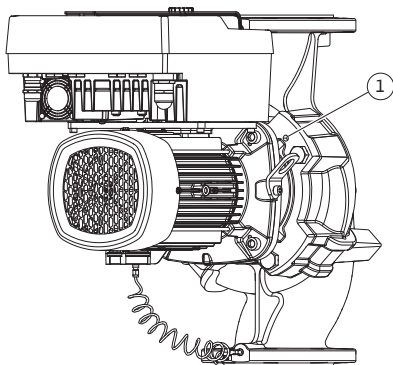
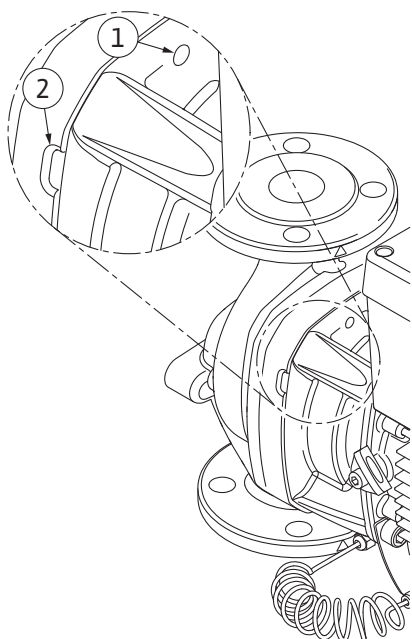

Fig. 103: Insteekset er via draadboringen afdrukken
Fig. 104: Draadboringen en spleten om de insteekset van het pomphuis los te drukken
11. Draai de schroef (Fig. I/III, pos. 10, Fig. II/IV, pos. 29) los die het fixatieplaatje van de verschilddruksensor op zijn plaats houdt. Trek de verschilddruksensor (Fig. I, pos. 8) met het fixatieplaatje naar de zijkant en laat het aan de drukmeetleidingen (Fig. I, pos. 7) hangen. Maak de aansluitkabel van de verschilddruksensor in de elektronikamodule of aan de steekverbinding los en trek de kabel los.
12. Maak voor pomptype (Fig. III, IV) de schroeven pos. 29 los. Gebruik de twee draadboringen (Fig. 103, pos. 1) die ernaast liggen en gebruik geschikte schroeven (niet inbegrepen, bijv. M10 x 25 mm). Druk de insteekset los van het pomphuis. Gebruik voor pomptype (Fig. I en Fig. II) de twee draadboringen M10 (zie Fig. 104) en gebruik geschikte schroeven (niet inbegrepen, bijv. M10 x 20 mm). Voor het afdrukken kunnen ook de spleten (Fig. 104, pos. 2) worden gebruikt. Positioneer daarvoor bijvoorbeeld twee schroevendraaiers en gebruik ze als hefboom. Na ca. 15 mm afdrukweg wordt de insteekset niet meer in het pomphuis geleid.